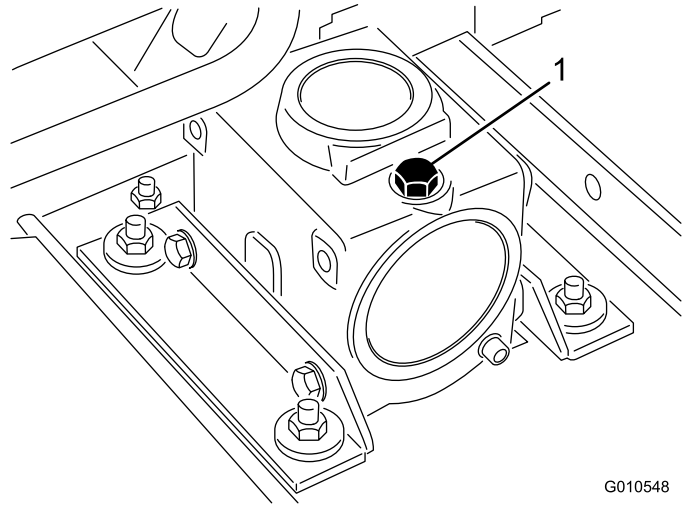

Bild 19
2. Stellen Sie die Zugmaschine und das Mähwerk auf eine ebene Fläche und senken Sie die Mähwerke ab. Nehmen Sie den Ölpeilstab bzw. die Ablassschraube oben am Getriebe ab (Bild 19) und stellen Sie sicher, dass der Schmiermittelstand zwischen den Marken am Peilstab liegt. Wenn der Schmiermittelstand niedrig ist, füllen Sie SAE 80-90wt. Schmiermittel ein, bis der Stand zwischen den Marken liegt.